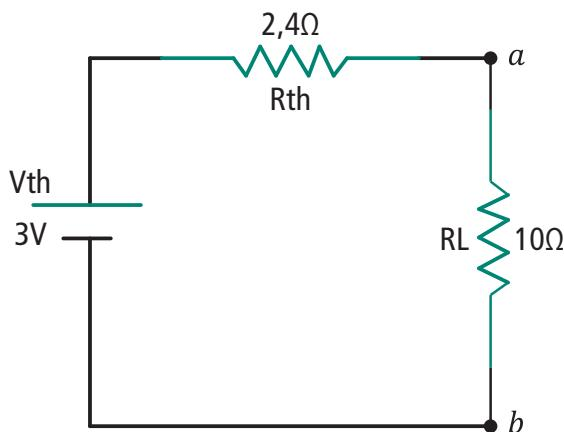

Figura 8.3: Cálculo do equivalente de Thévenin
Obtendo-se os valores da tensão e resistência de Thévenin, o cálculo da tensão e corrente na carga do circuito (RL) pode ser realizado aplicando-se a lei de Ohm (Figura 8.3).